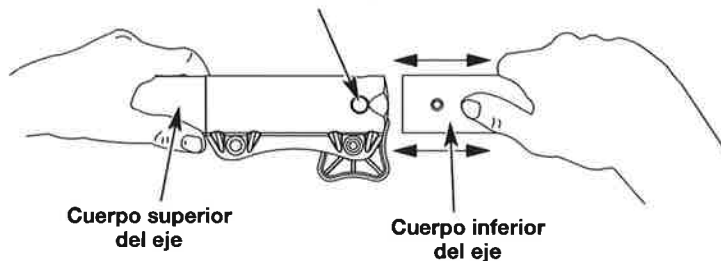

Fig. 5
2. Mientras sostiene el accesorio con firmeza, empuje en línea recta hacia dentro del acoplador Convertible™ hasta que el botón de desconexión encaje firmemente en el agujero principal (Fig. 5).
PRECAUCIÓN: Antes de operar esta unidad, cerciórese de que el botón de liberación esté completamente encajado en el orificio principal (Fig. 5) y de que la perilla (Fig. 3) esté bien apretada.
3. A la vez que sujeta firmemente la caja del eje superior, saque el accesorio del acoplador Convertible™ (Fig. 5).